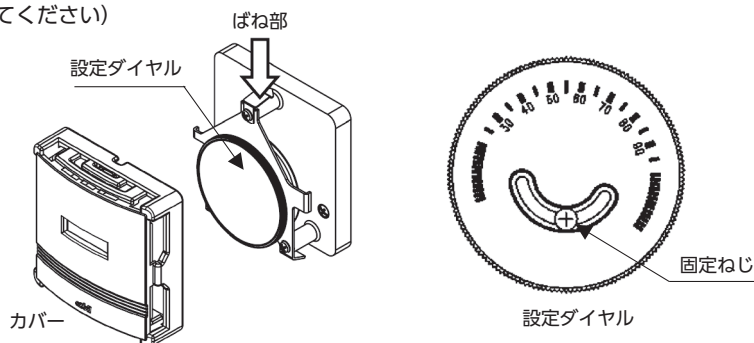

図3-14 室内設置型湿度調節器の設定方法 (azbil製)
- 湿度調節器本体の操作により相対湿度の設定値を設定します。(図3-14、15参照)